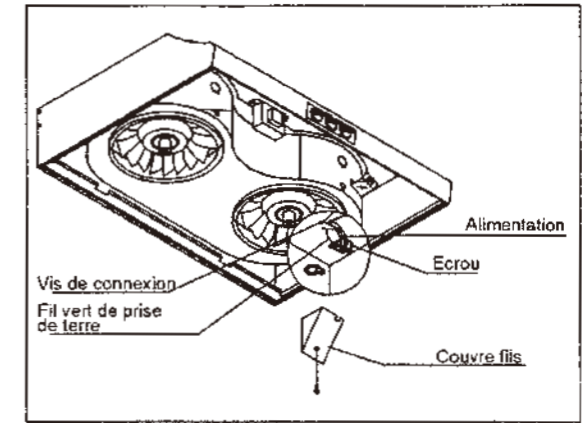

Fig. 16 Branchez le fil d'alimentation
11. Branchez les fils électriques et câbles d'alimentation (voir schéma du circuit en page 11/12 de ce manuel), remettez et vissez le couvercle en place. (Fig.16)